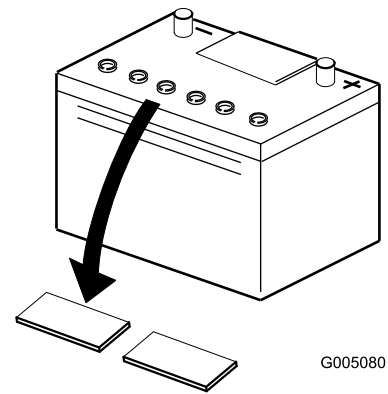

Figure 7
- Nettoyez le dessus de la batterie puis retirez les bouchons d'aération (Figure 7).